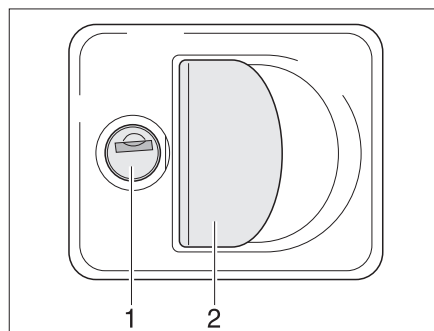

Fig. 50 Cerradura de la trampilla con tirador concha
- Introducir la llave en el cilindro de cierre (Fig. 50,1) y girarla un cuarto de vuelta. La cerradura de la trampilla está desbloqueada.
- Tirar del asidero de la cerradura (Fig. 50,2). La trampilla exterior está abierta.